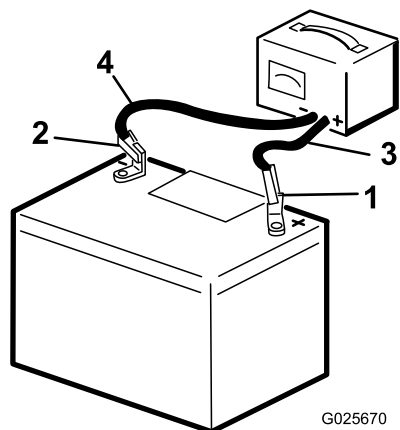

Figura 32
1. Cargue la batería durante 10 a 15 minutos a 25–30 A, o durante 30 minutos a 4–6 A (Figura 32).
2. Cuando la batería esté completamente cargada, desconecte el cargador de la toma de electricidad, luego desconecte los cables del cargador de los bornes de la batería (Figura 32).